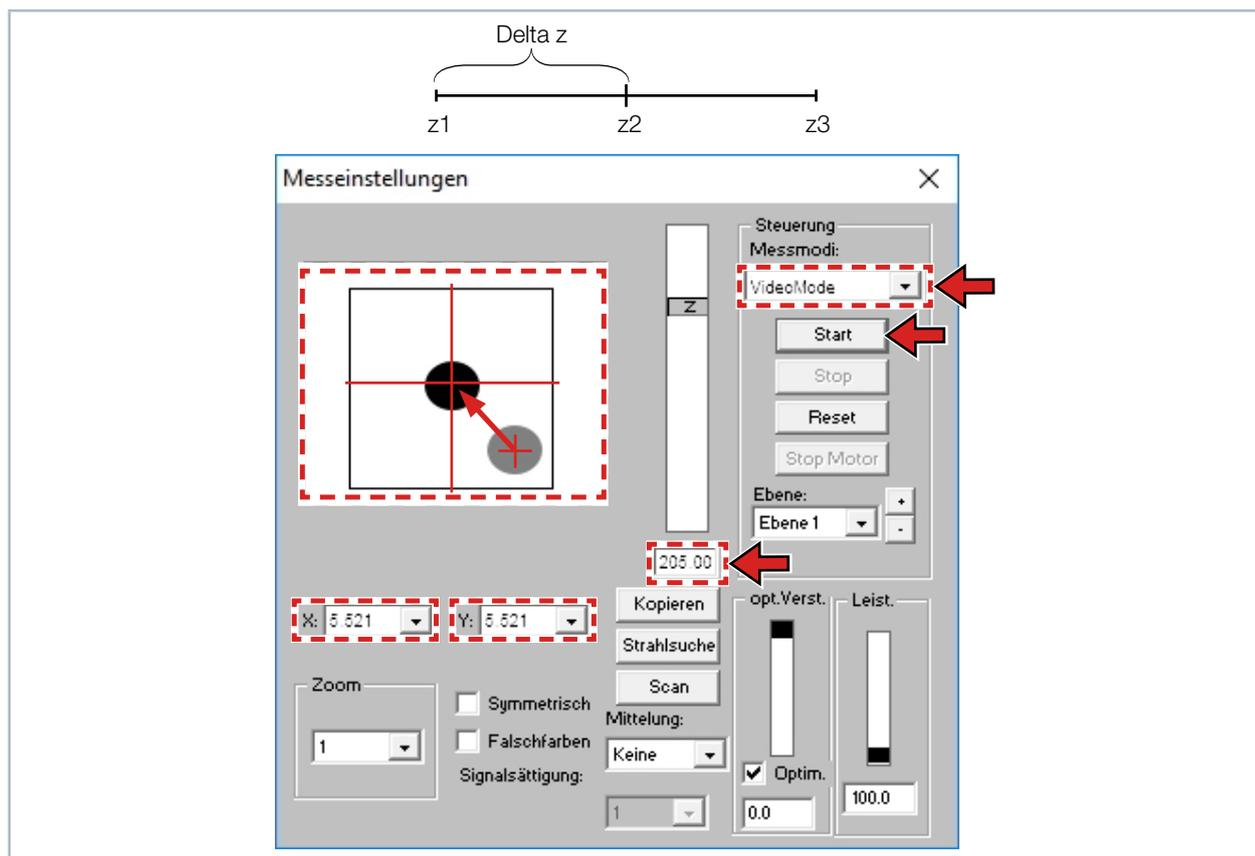

Abb. 13.4: Einstellungen im Dialogfenster **Messeinstellungen**
2. Öffnen Sie das Dialogfenster **Messung > Einzelmessung** und wählen Sie im Bereich **Messmodi** die Auswahl **VideoMode** (siehe Abb. 13.4 auf Seite 94).